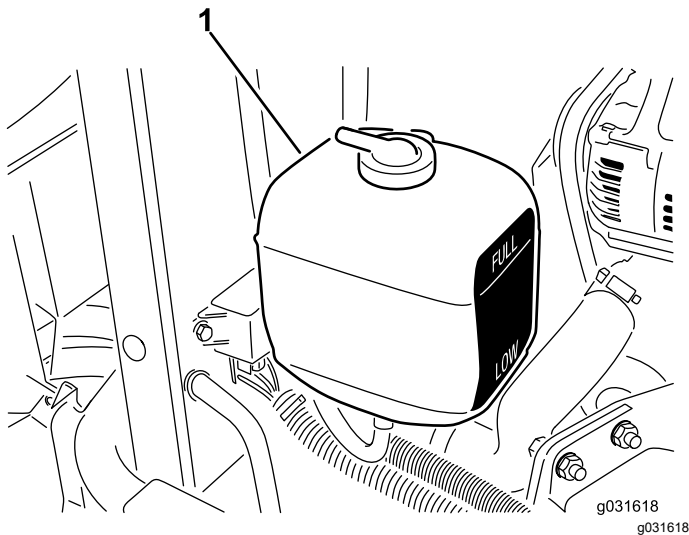

Figura 59
1. Compruebe el nivel de refrigerante del depósito de expansión (Figura 59).